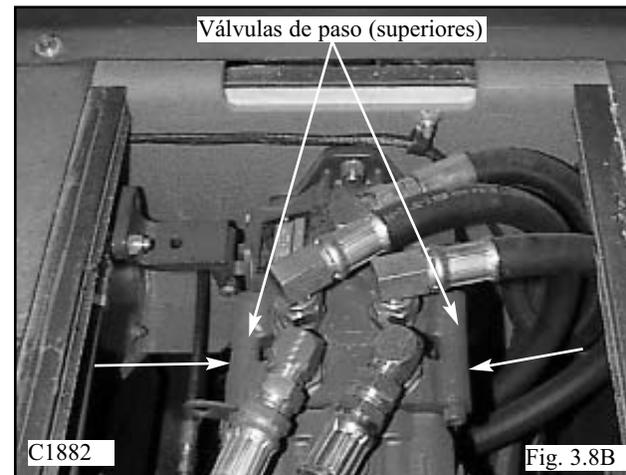

Fig. 3.8B
5. Abra la válvula de paso de la bomba tándem que están integradas a las válvulas de alivio de presión alta girando cuatro (4) revoluciones. Existen cuatro válvulas de alivio de presión alta. Dos (2) en la parte superior de la bomba (Fig. 3.8B), y dos (2) en la parte inferior. No abra las válvulas más de cuatro (4) revoluciones. Cuando está abierta, la válvula conecta ambos lados del circuito bomba/motor y permite que el motor gire para remolcar sobre distancias cortas a velocidades bajas sin hacer funcionar el motor. El par de torsión de cierre de la válvula es 41-95 N·m (30-70 lb·pie).